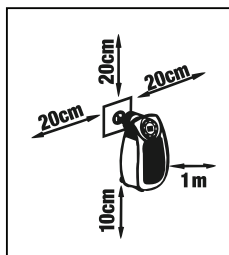

Fig. 2
- Rispettare distanze minime dall'apparecchio di 20 cm di lato, 20 cm verso l'alto, 10 cm verso il basso e 1 cm in avanti (vedere fig. 2).